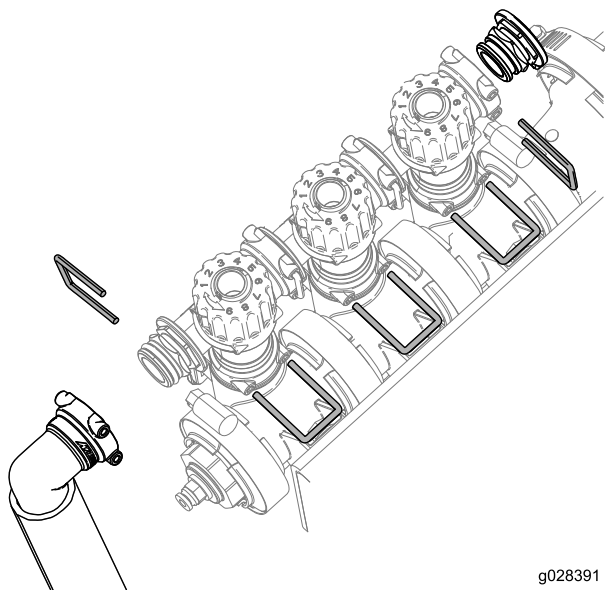

図 4
3. バイパス調整アセンブリ、エンドキャップ、フィッティングホースアセンブリを保持しているリテーナを 図 4 のように外す。